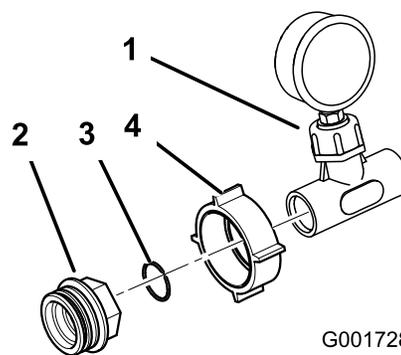

Bild 15
15. Befestigen Sie die große Kunststoffmutter über dem Druckmanometer und dem T-Anschluss. Befestigen Sie einen O-Ring aus Kunststoff und einen Adapter an die Teile, wie in Bild 15 dargestellt.